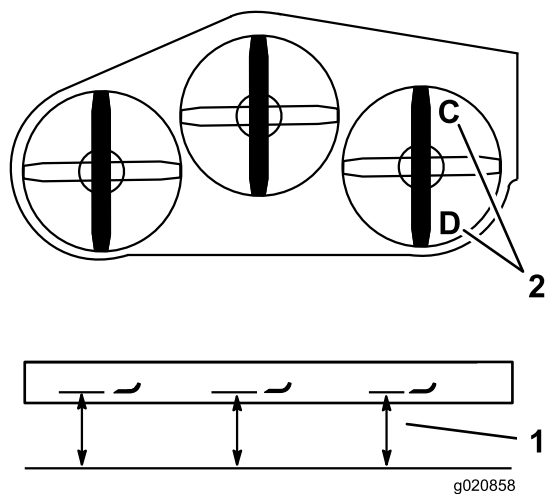

Figure 84
1. Tournez la lame droite dans le sens longitudinal (Figure 84).
2. Mesurez et notez la distance au point **C** entre la surface plane et le tranchant de la pointe de la lame droite (Figure 84).
3. Mesurez et notez la distance au point **D** entre la surface plane et le tranchant de la pointe de la lame droite (Figure 84).
Remarque: La lame doit être plus basse de 6 à 10 mm (1/4 à 3/8 po) au point **C** qu'au point **D** (Figure 84). Si ce n'est pas le cas, passez aux opérations suivantes.